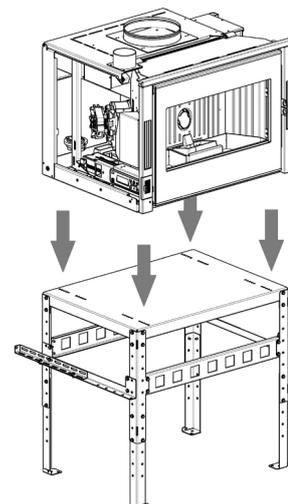

Fig. 42 - Fixer l'insert dessus la structure
- Poser l'insert sur la structure, le fixer avec les vis dans les logements appropriés (voir **Fig. 42**).